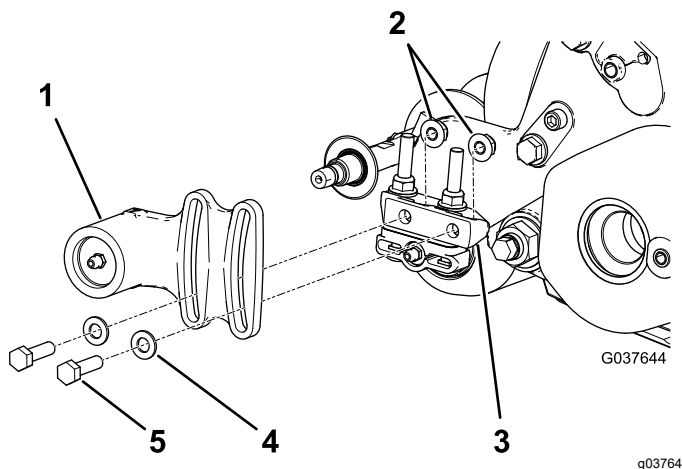
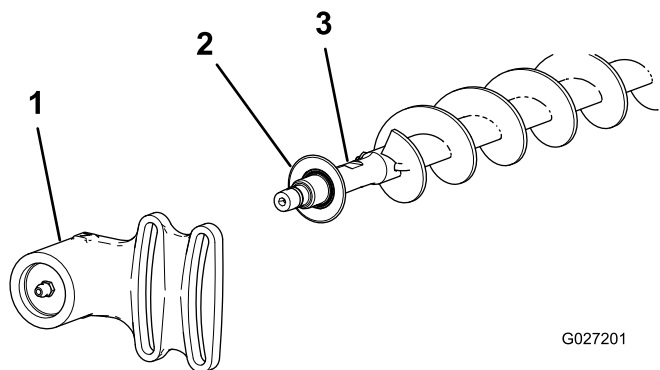

Figura 20
Figura 21
1. Si hay un cepillo del rodillo instalado en la unidad de corte, retire los 2 pernos, arandelas y tuercas que sujetan el alojamiento del cojinete sin motor al soporte de montaje del alojamiento del cojinete (Figura 20 y Figura 21).
2. Retire el alojamiento del cojinete sin motor, y el retén, del eje del cepillo (Figura 21).
9. Instale el retén y el alojamiento del cojinete del lado sin transmisión sobre el eje del cepillo (Figura 21).